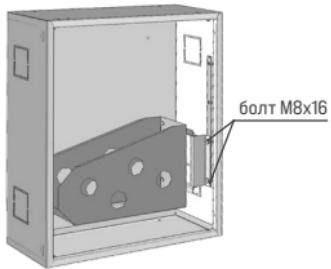

Рисунок 4
1) Снять из корпуса кассету 3 выкрутив два болта M8x16, фиксирующих кассету к стойке шкафа (рисунок 4)